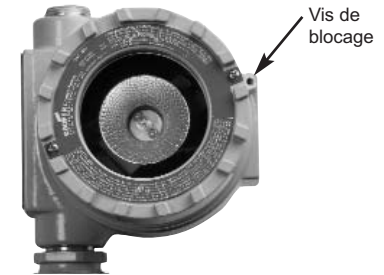

Figure 6.
2. Desserrer la vis de blocage de l'anneau de la lentille sans toutefois la retirer. Consulter la figure 6.